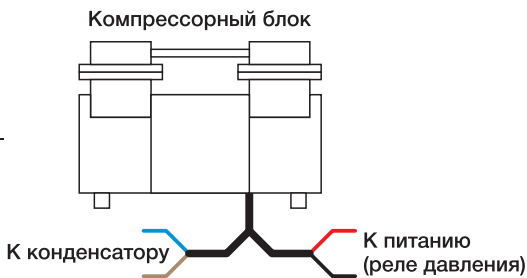

Рис. 2
4. Обеспечить подключения проводов безмасляного компрессорного блока (Рис. 2):